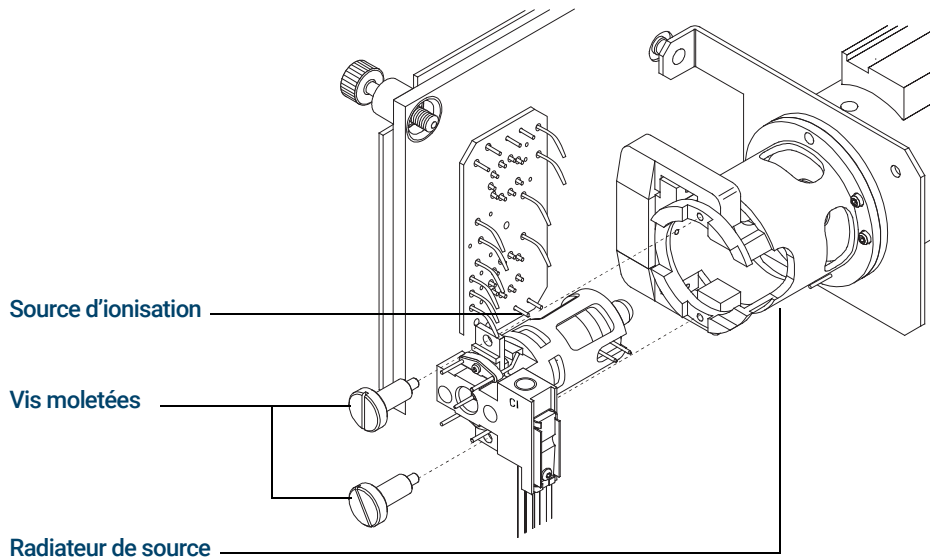

Figure 82. Installation de la source CI
- 3 Faire glisser la source CI dans le radiateur. (Voir **Figure 82**.)
- 4 Installer les vis moletées. (Voir **Figure 82**.)